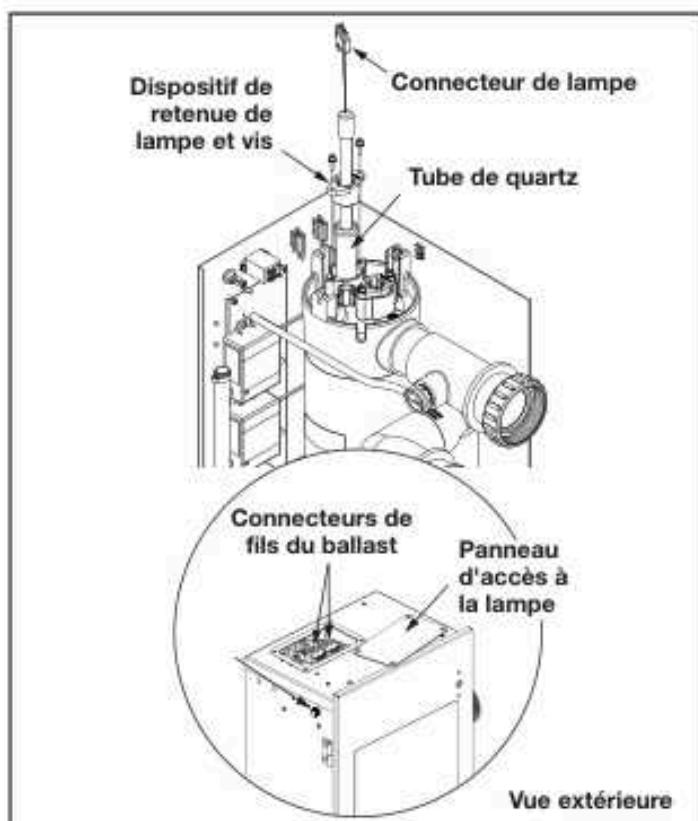

Figure 6. Sous-ensemble de réacteur UV
- Utiliser un tournevis cruciforme pour retirer les quatre (4) vis qui maintiennent le couvercle d'accès. Voir la Figure 6.
4. Débrancher les connecteurs de la lampe des connecteurs de fils du ballast. Saisir ensuite les fils de la lampe UV et tirer doucement jusqu'à ce que le haut de la lampe UV ait dépassé les languettes de retenue de la lampe. Voir la Figure 6.
2. Localiser le panneau d'accès à la lampe UV sur le dessus du Jandy AOP. Retirer les quatre (4) vis avec un tournevis cruciforme, et retirer le panneau. Voir la Figure 6.
4. Localiser le panneau d'accès à la lampe UV sur le dessus du Jandy AOP. Retirer les quatre (4) vis avec un tournevis cruciforme, et retirer le panneau. Voir la Figure 6 Vue extérieure.
6. Débrancher les connecteurs de la lampe des connecteurs de fils du ballast. Voir la Figure 6.